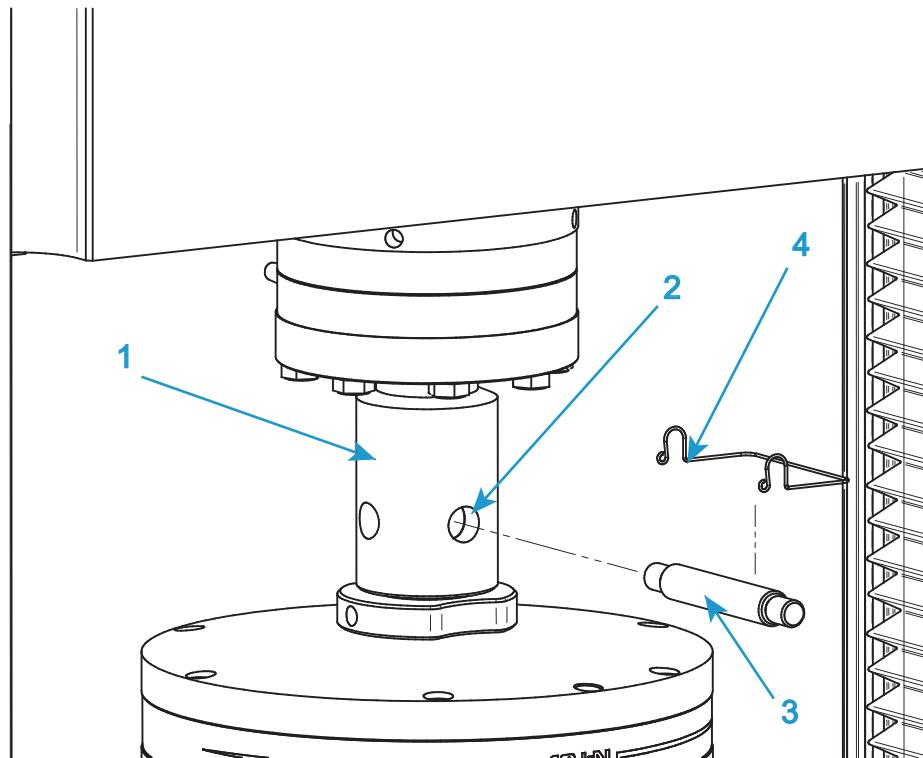

図17. 一般的なグリップの取り付け
この手順を実行するときは、83 ページの図 17 を参照してください。
1. 上側グリップでは、グリップのアダプタをロードセル アダプタのメス クレビス ソケット (図 17 の 1) に挿入します。
2. クレビス穴 (図 17 の 2) の位置を合わせ、クレビス ピン (図 17 の 3) を穴に差し込みます。
3. クレビス ピン クリップ (図 17 の 4) でクレビスを所定の位置に固定します。